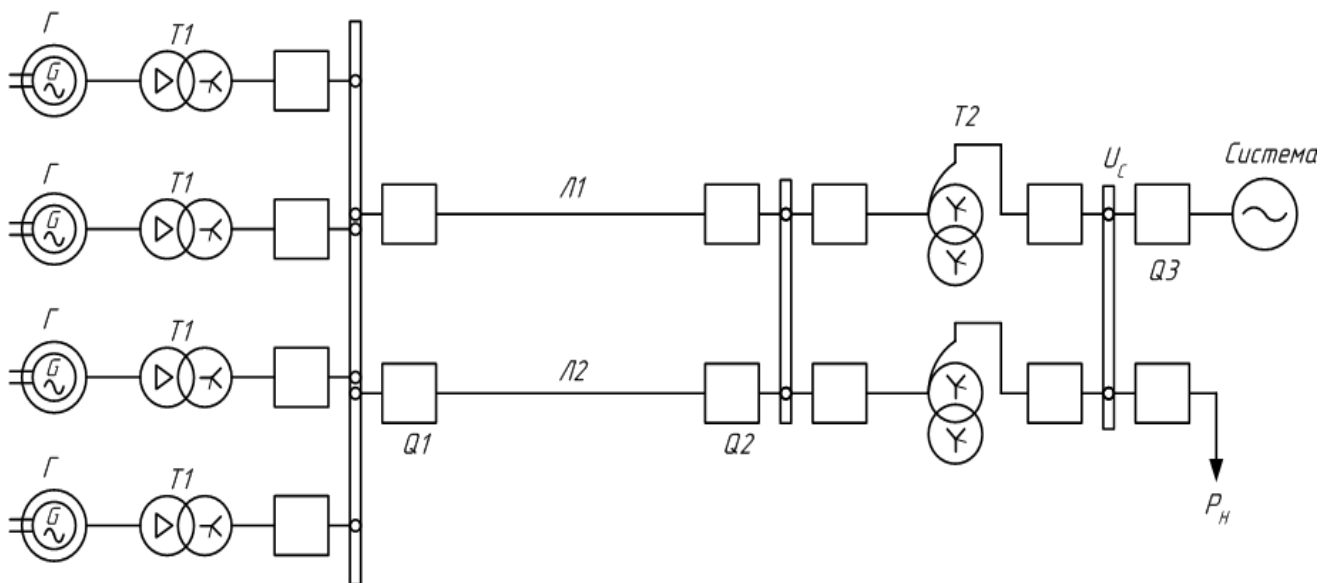

Рис. 2. Схема электропередачи
1. Для заданной схемы электропередачи (рисунок 2) определить запас статической устойчивости по пределу передаваемой мощности, при передаче от генератора в систему мощности P_H для следующих случаев: